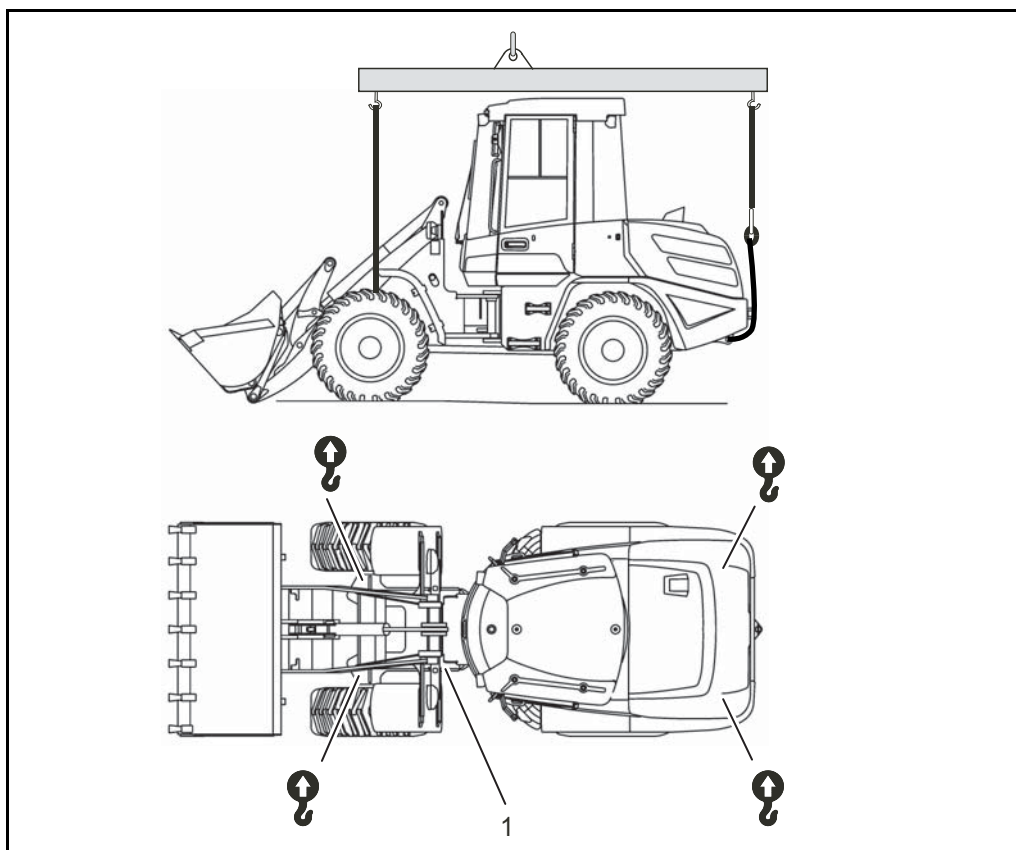

Fig. 8-3 Manutention du matériel par grue
- ◆ Fixer la machine avec le verrouillage coudé (1).
- ◆ Fixer correctement la machine à l'aide d'un engin de levage 4 points aux points marqués (Fig. 8-3) prescrits.